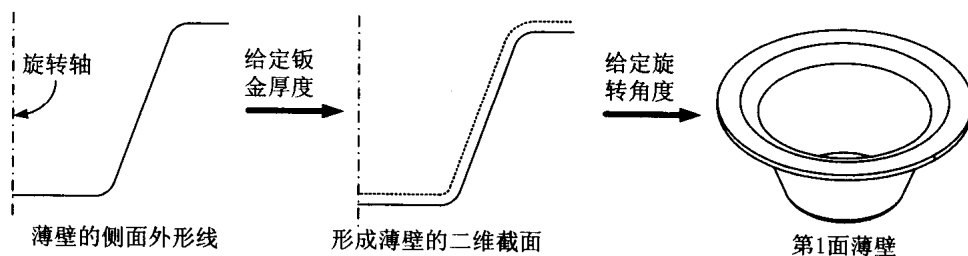

图 1.14
3. Revolve(旋转): 绘制薄壁的外形线, 用户输入钣金厚度值, 然后对某轴线旋转一个角度值, 长成薄壁实体, 如图 1.14 所示。